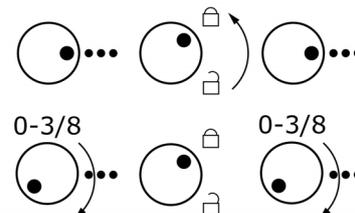

Abbildung 12:
- Sperren Sie das Separiersystem, indem den mittleren Separierfeststellgriff (F3) gegen den Uhrzeigersinn drehen, und entfernen Sie das Material. Abhängig vom eingelegten Papier und dessen Stärke, führen Sie Folgendes aus: Vergrößern Sie den Separierabstand, indem Sie die beiden äußeren Justierknöpfe (F2) im Uhrzeigersinn drehen (siehe Abbildung 12).